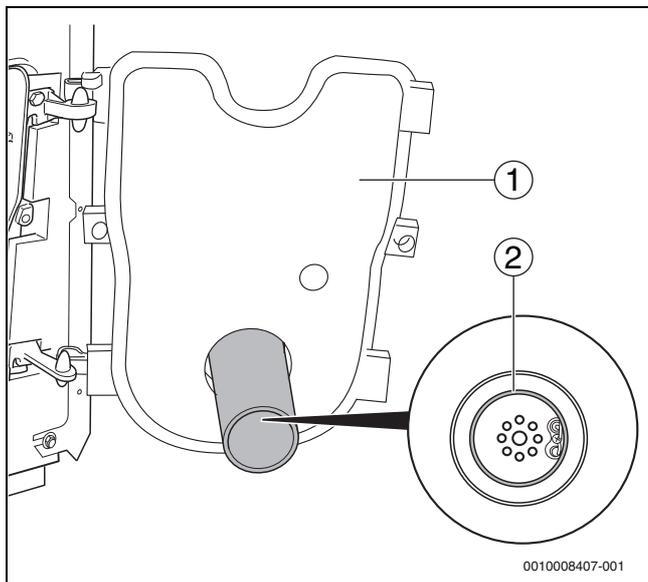

Bild 43 Korrekten Sitz der Dichtung prüfen
- ▶ Bei geöffneter Brennertür (→ Bild 43, [1]) korrekten Sitz der Dichtung (→ Bild 43, [2]) prüfen.
- ▶ Brennertür schließen (→Bild 43, [1]) und Befestigungsschrauben der Brennertür festziehen (ca. 10 Nm).